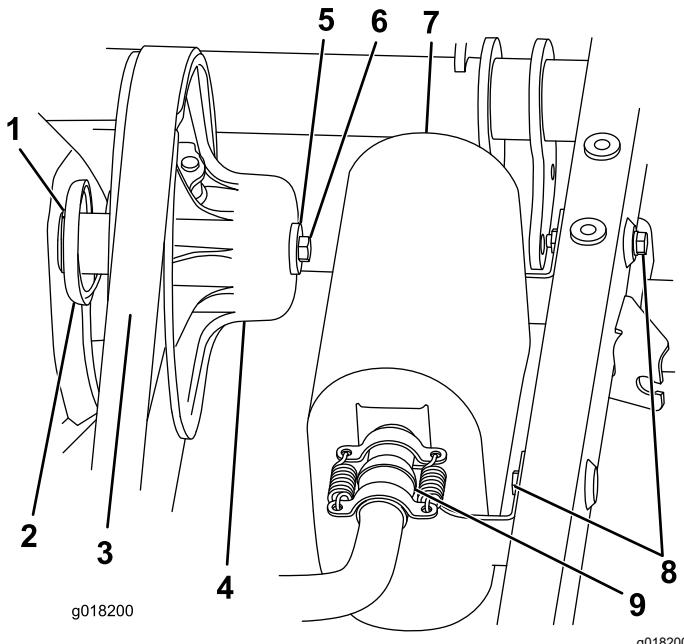

Figura 9
4. Rimuovete la cinghia dalla frizione secondaria (Figura 9).
5. Rimuovete il bullone e la rondella che fissano la frizione ed estraete la frizione dal transaxle (Figura 9).